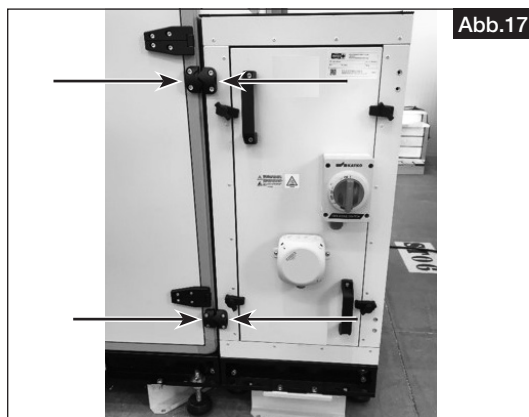

Abb.17
6. Die Schraube fest anziehen. (Abb. 17).